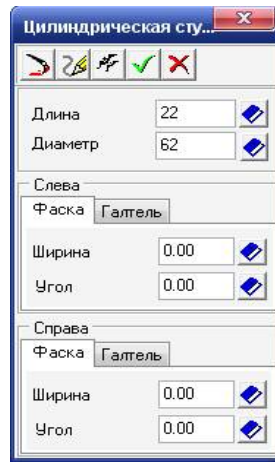

Рисунок 1.17 - Диалогове вікно **Цилиндрическая ступень**
- оберіть пункт **Цилиндрическая ступень**. З'явиться діалогове вікно **Цилиндрическая ступень** (рисунок 1.17);